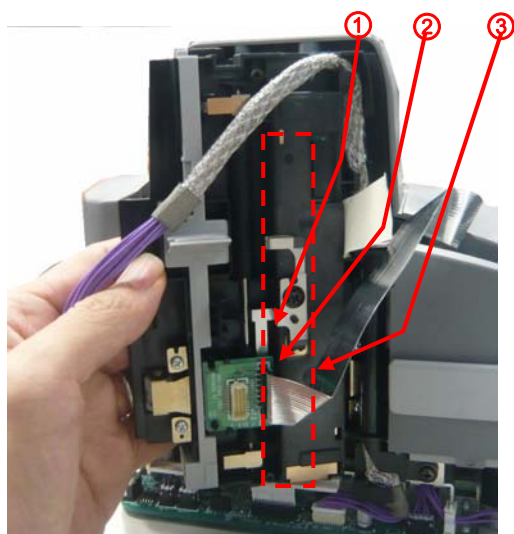

Figura 1-2
- 1) En el reverso de la PCB de relés debe anexarse un extremo de la placa de conexión a tierra y el otro debe anexarse en el lado interno del eje del rodillo. Vea la figura 1-2